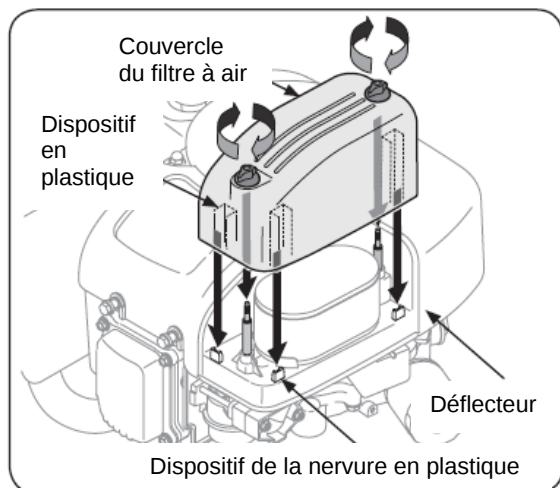

Figure 6-8
6. Attachez le couvercle du filtre à air, en vous assurant d'aligner les dispositifs de la nervure en plastique sur le déflecteur avec les dispositifs en plastique sur le couvercle du filtre à air. Consultez la Fig. 6-8. Tournez les vis à serrer en sens hoaire jusqu'à ce qu'il soit bien ajusté.